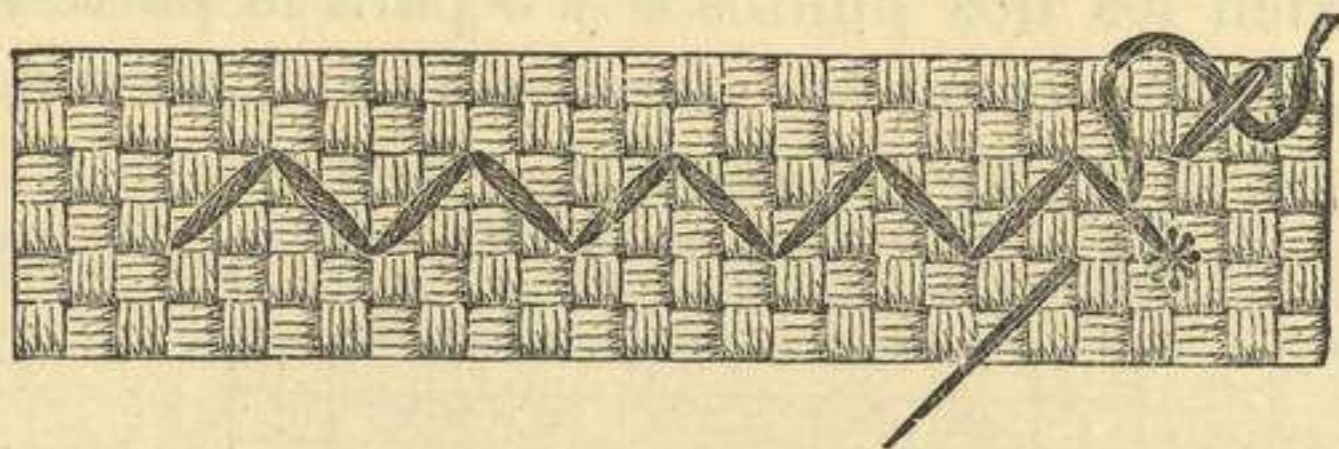

Fig. 360.—Tercer detalle del punto vienense.
2.a, 4.a, 6.a, 8.a y 10.a cruz al derecho de la labor, como lo indica el tercer detalle (fig. 360).